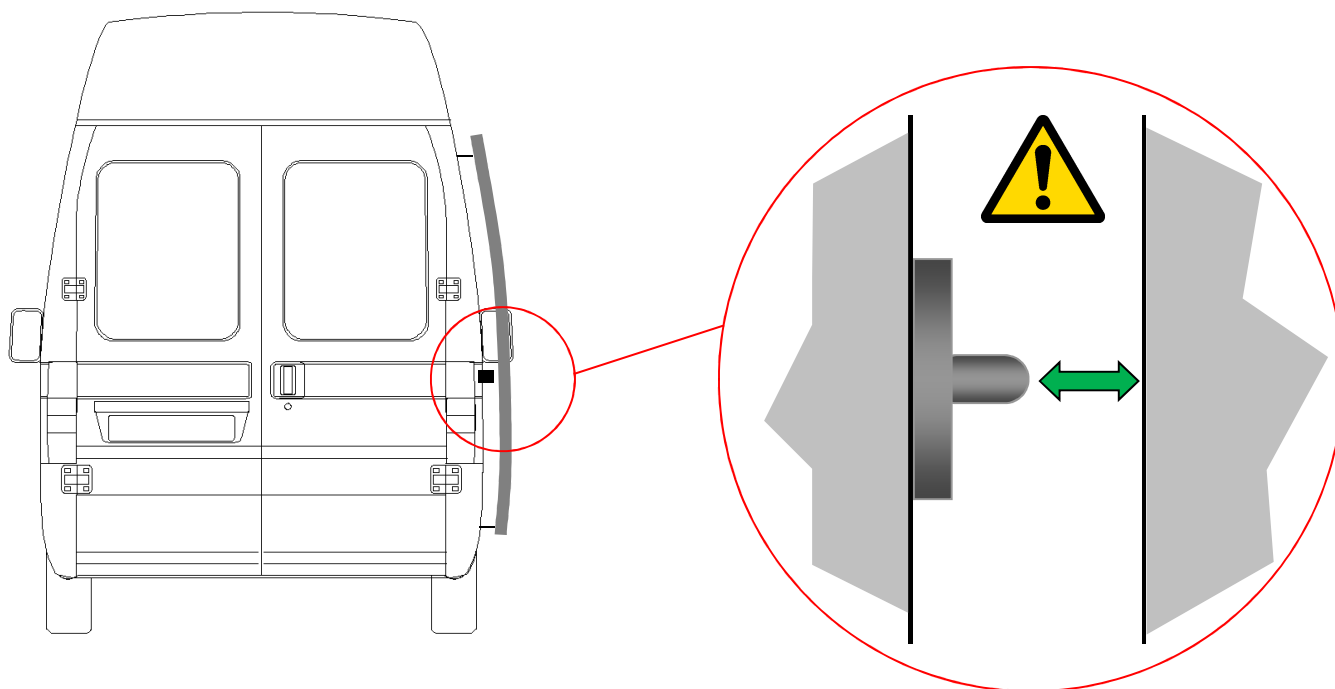

Fig.15
**Verificare in particolare che il riscontro non interferisca con il portellone durante lo scorrimento in apertura (fig.15).**